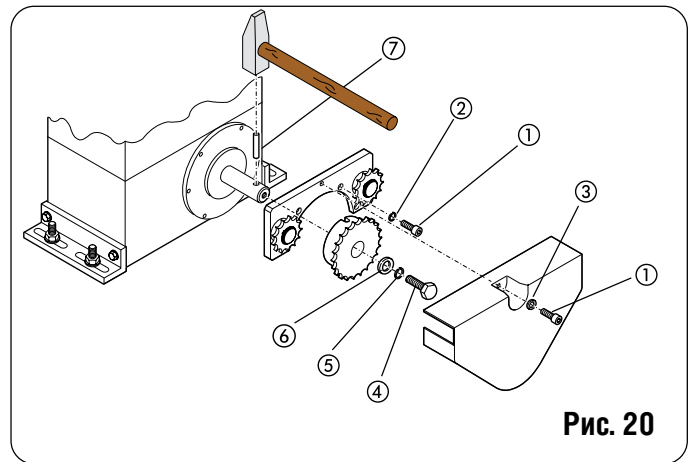
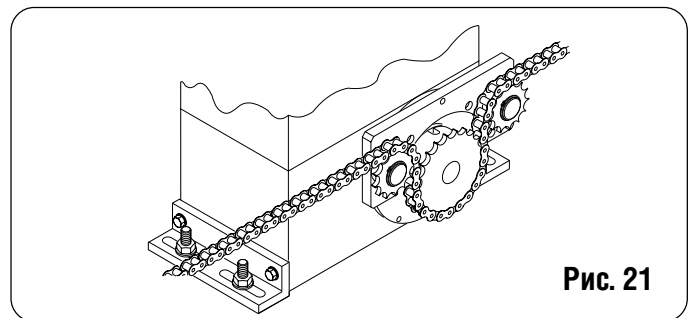

Рис. 20
Рис. 21
(рис. 20 - 21)**
2) Установить кронштейн холостых передач на фланце двигателя и закрепить четырьмя винтами (M5 x 12) с прокладками из комплекта, как показано на рис. 20.
4) Пропустить цепь как показано на рис. 21, установить кожух и закрепить винтами с шайбами, как показано на рис. 20.
5) При установке магнитных концевых выключателей, установить опоры для позиционирования магнитов, соблюдая размеры по рис. 21 поз. В.